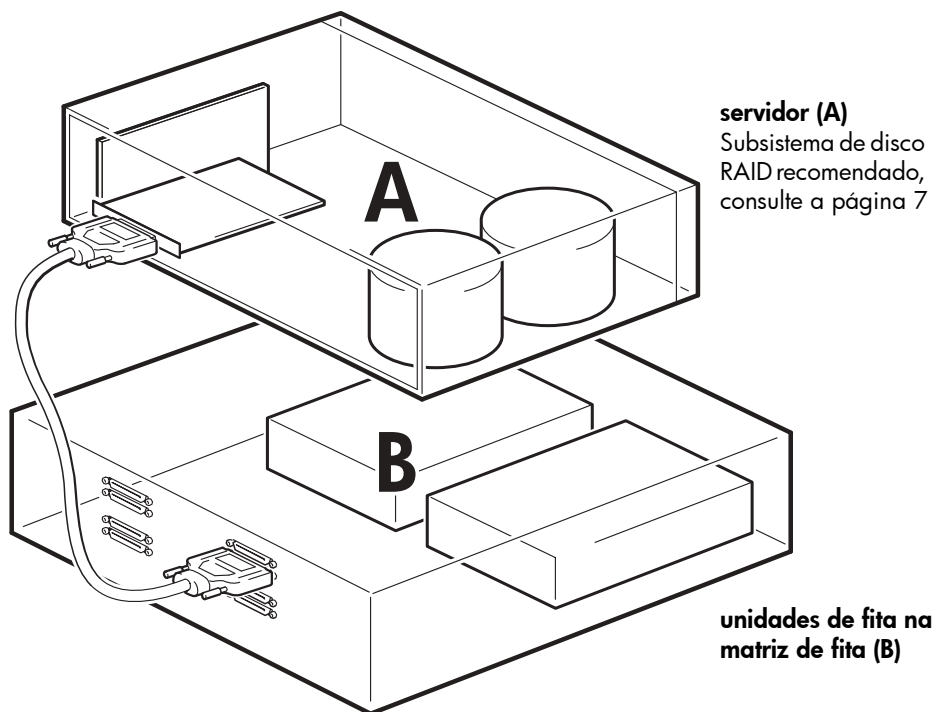

Figura 1: modelos de uso
A unidade de fita é instalada em uma matriz (B) que pode ser usada em ambiente de rede ou independente. A matriz de fita deve ser sempre ligada a um conector SCSI VHD no servidor de armazenamento (A), conforme a Figura 1.